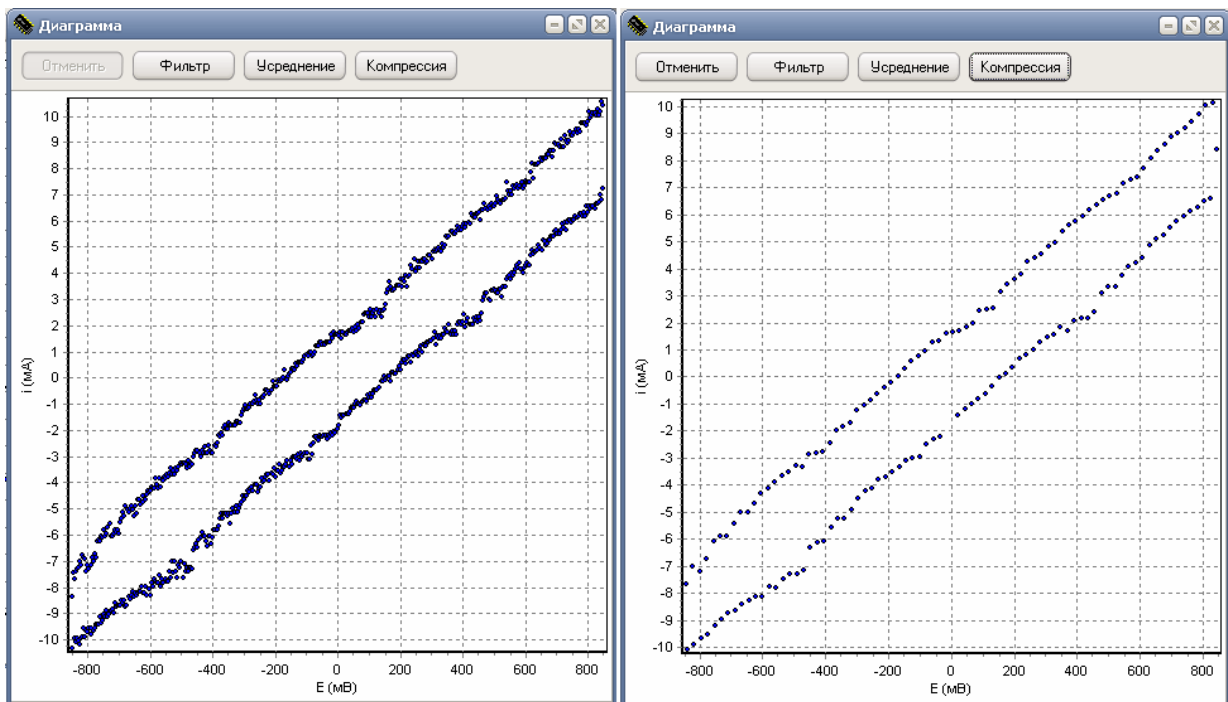

Рис. 10. Диаграмма после компрессии данных по степени 5.
- 3) **Компрессия.** Производит усреднение данных со сжатием массива данных (количество усредняемых точек вводится пользователем в появившемся после нажатия кнопки "Компрессия" окне), количество зарегистрированных точек снижается в число раз равное степени усреднения. На рис. 10 приведены примеры усреднения данных по 10 точкам. Максимальная степень компрессии составляет 100, минимальная 2 (значение 1 не дает изменений). Метод аналогичен снижению скорости регистрации прибора до измерения, поэтому на практике может использоваться также для снижения объема зарегистрированных данных, а не только для снижения видимого шума. Как и в других методах обработки данных следует обращать внимание на изменения вносимые тем или иным методом обработки в рабочий массив данных (так как при этом, на циклических вольтамперограммах, например, могут пропасть или сгладиться определенные электрохимические особенности, характеризующие изучаемую электрохимическую систему, поэтому не следует выбирать слишком высокие степени обработки).